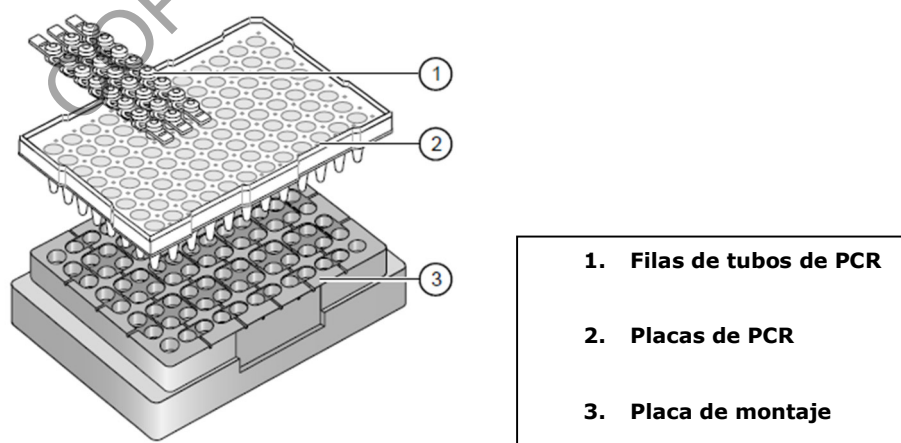

Figura 2. Colocación en la placa de montaje dentro del Termociclador
7.3.3 Abra la tapa del equipo, levantándola hacia arriba, e introduzca la placa de PCR o la tira de tubos de PCR, recién preparadas en la placa de montaje (ver figura 2)